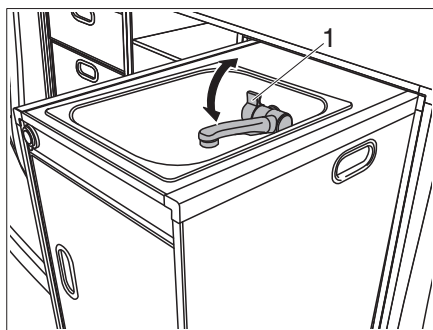

Figura 43 Fregadero con grifo de agua
El vehículo está dotado de un bidón de agua incorporado. Una bomba de agua eléctrica bombea el agua al grifo de agua (Figura 43, 1). Abriendo el grifo de agua, la bomba de agua se conecta automáticamente y bombea agua al punto de toma.
- Girar el grifo de agua (Figura 43,1).
- Girar de vuelta el grifo de agua (Figura 43,1).